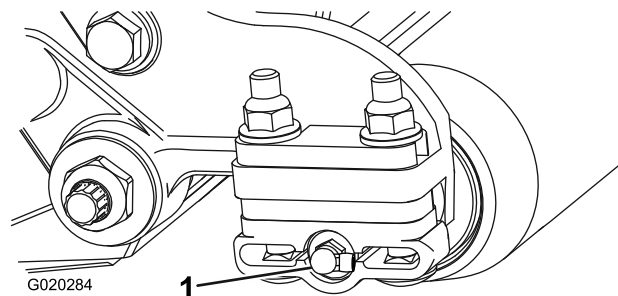

Figure 3
8. Retirez le graisseur droit à l'avant de la plaque latérale et remplacez-le par un graisseur de 90° (Figure 3).